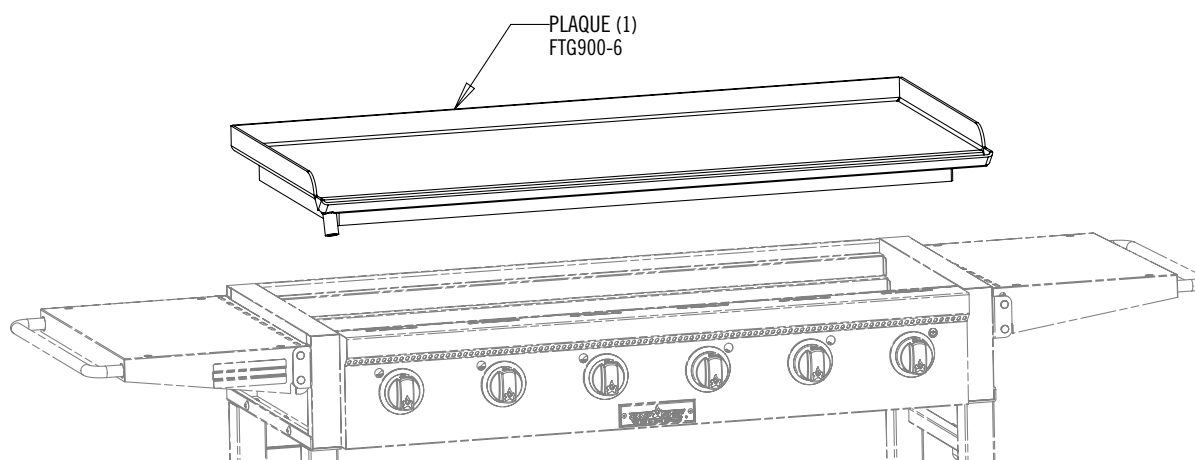

FIG 7
17. Monter la plaque au-dessus comme indiqué à la Figure 7.